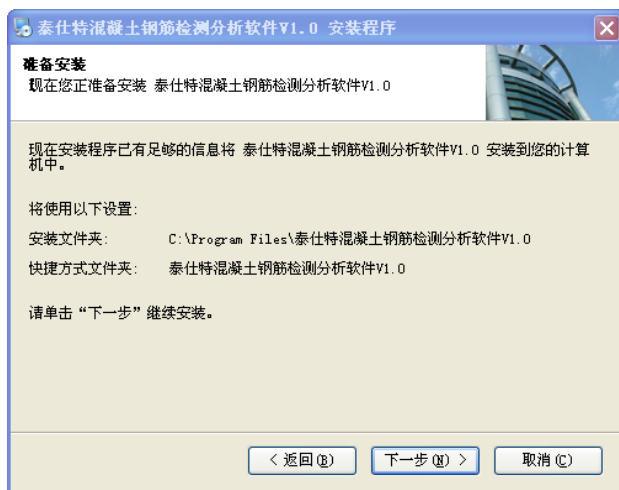

图 6-4-1
4、当显示图 6-4-1，6-4-2，完成程序最后安装步骤。